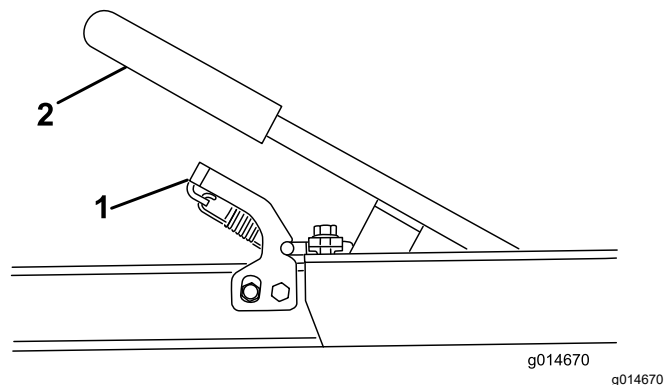

Figura 11
1. Mantenendo il controllo del rimorchio e reggendo la stegola premete sul gruppo fermo e sulla manopola di sollevamento (Figura 11). Abbassate il rimorchio a terra.
7. Premete la stegola finché il gruppo rimorchio non si blocca nel gruppo fermo (Figura 11).